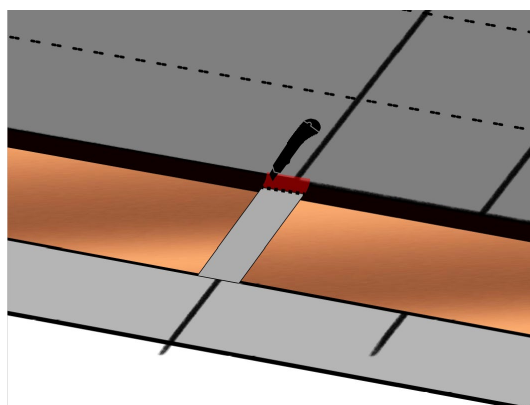

**Fig. 18** - Installazione prima tegola a fiamma
- Procedere con la posa della prima fila di tegole, sopra alla membrana bituminosa già installata: allineare il bordo laterale della prima tegola alla verticale **y** e il bordo superiore all'orizzontale **x**. Fissare la tegola alla membrana usando la fiamma del cannello e sollevando la parte superiore della tegola con apposito strumento. Orientare la fiamma verso la membrana, in modo da portare a fusione solo quest'ultima. La parte retrostante della tegola sarà portata solo in temperatura - vedi Fig. 18. Abbassare quindi la tegola canadese e premere la stessa (ad esempio facendo pressione con un piede), per aiutare la compenetrazione dei bitumi dei due elementi: tegola e membrana.